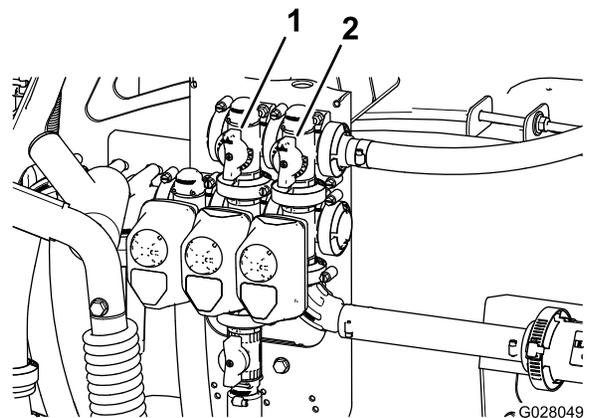

Figura 24
11. Ajuste la válvula de desvío de agitación (Figura 24), situada en la parte trasera de la válvula de agitación, hasta que la presión marcada en el manómetro sea de 6.9 bar (100 psi).
9. Ajuste la palanca de la válvula maestra de desvío para controlar la cantidad de agitación en el depósito (Figura 24).